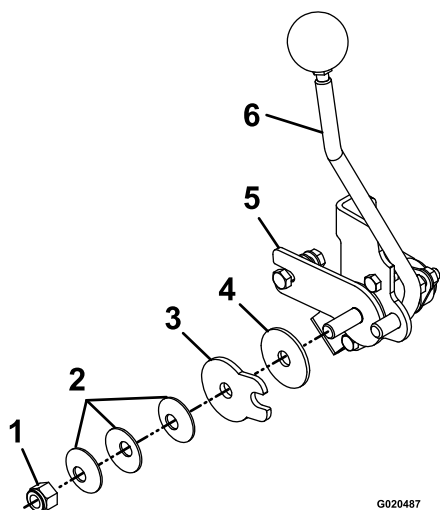

Figura 62
3. Para ajustar la tensión, ajuste la tuerca de pivote que se encuentra en el extremo del eje de control de movimiento, delante de la consola derecha (Figura 62).